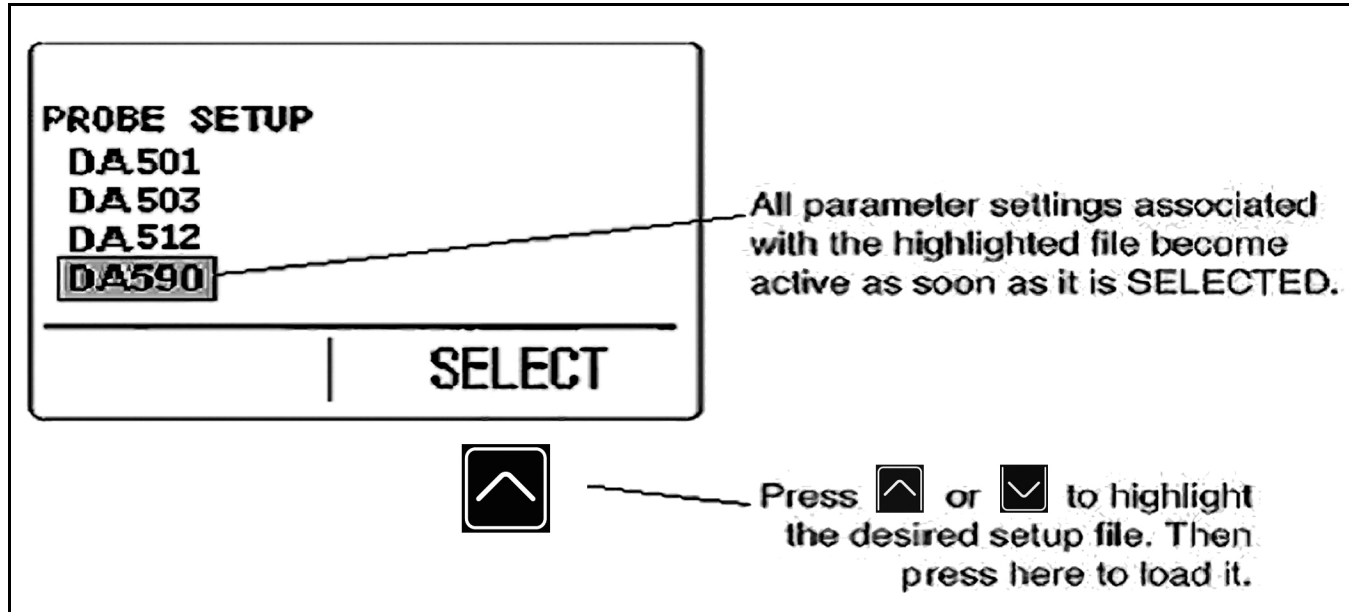

Abbildung 4: Prüfkopf-Setup
- **Prüfkopf-Setup** - Erlaubt dem Benutzer das Laden von gespeicherten Einstell Datensätzen für einen speziellen Prüfkopf (siehe *Abbildung 4 auf Seite 11*).